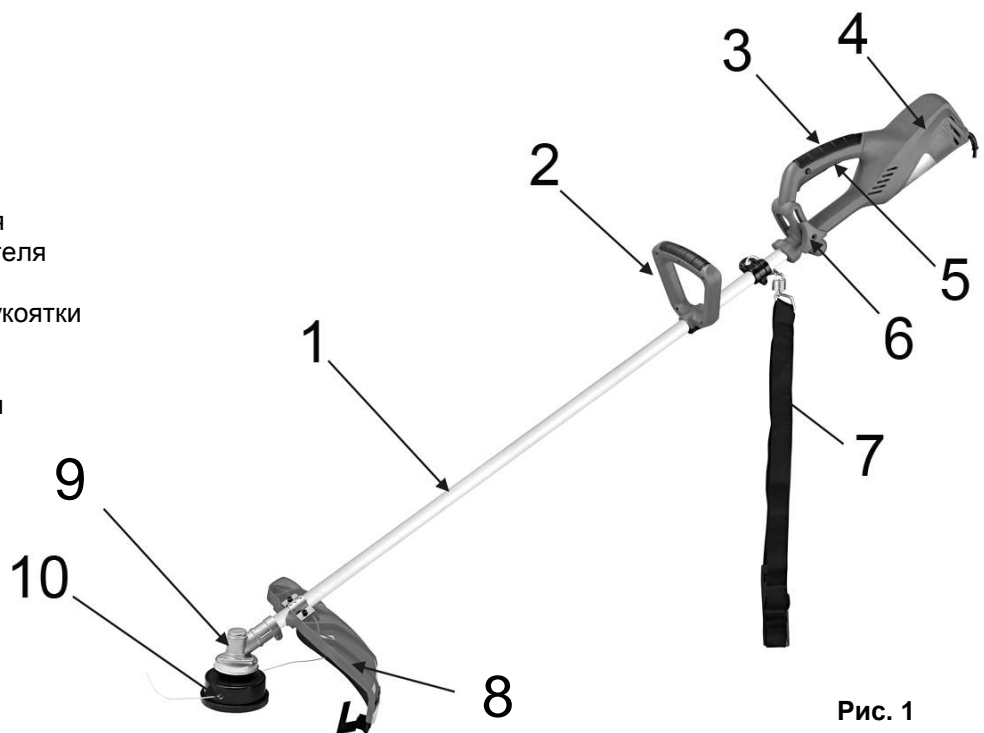

Рис. 1
- Для удобного управления триммером, обязательно используйте ручку D-образной формы (2)(См. Рис.1).
- Ручка D-образной формы (2)(См. Рис.1) крепится на штангу триммера на удобной для Вас высоте.
- Для безопасной работы необходимо использовать защитный кожух (9)(См. Рис. 1) триммерной катушки! Эксплуатация триммера без защитного кожуха категорически запрещено!
- Нажмите на боковую кнопку блокировки от случайного пуска. Она расположена чуть выше пусковой клавиши (6)(См. Рис.1), имеет круглую форму.
- При нажатой кнопке блокировки нажмите на клавишу выключателя (5)(См. Рис.1), – триммер включится.
- Для остановки и выключения триммера – отпустите клавишу выключателя (5)(См. Рис.1).